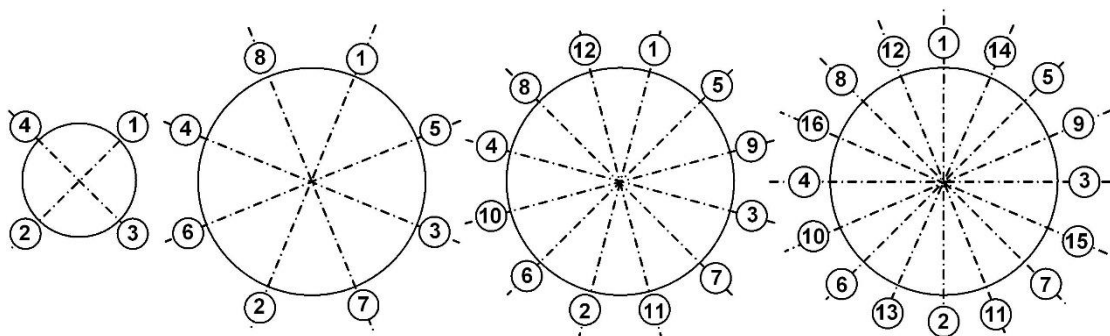

Рис.8. Очередность затяжки гаек на фланцах.
- 3.3.4.4. Затяжка гаек при установке ЭМР (имитатора) в трубопровод должна производиться в очередности, обозначенной на рис.8, динамометрическим ключом с крутящим моментом не более, указанного в табл.4.